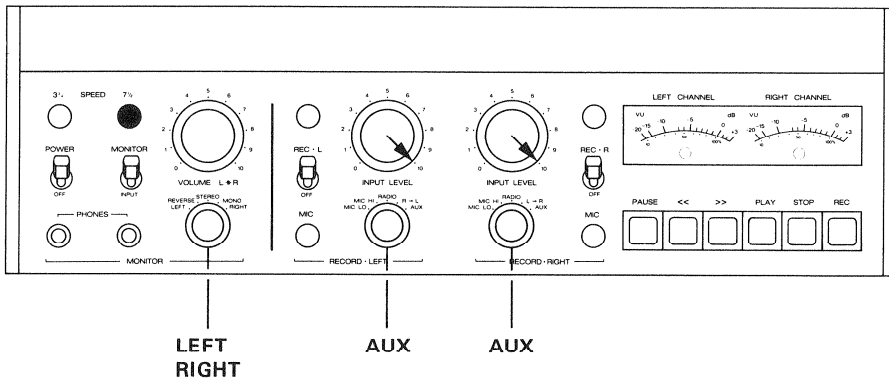

Fig. 6.5.-1
- Bedienelemente nach Fig. 6.5.-1 einstellen.
- NF-Generator an Anschluss (48) AUX INPUT parallel anschliessen.
- Klirrfaktor-Messgerät an Ausgang (51) OUTPUT anschliessen.